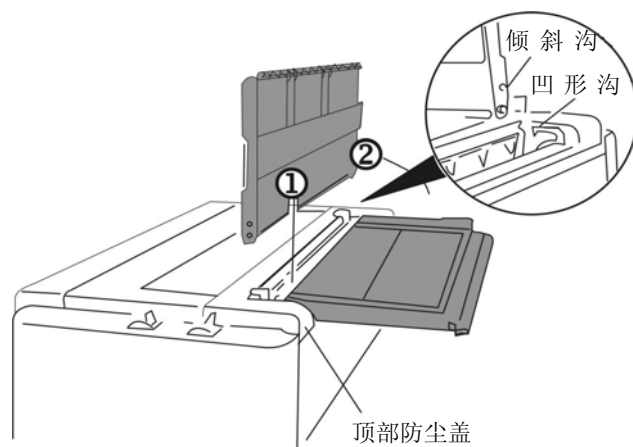

图 2-4 安装导纸板
2. 将导纸板两侧固定柱垂直地安装在打印机顶部防尘盖的凹形沟槽内（如图 2-4 所示）。